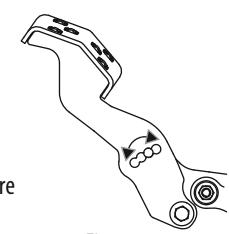

Figure 41
4. Réinstallez le matériel précédemment retiré et serrez l'écrou à 28-35 N·m (28-35 lb·pi). Voir Figure 41.